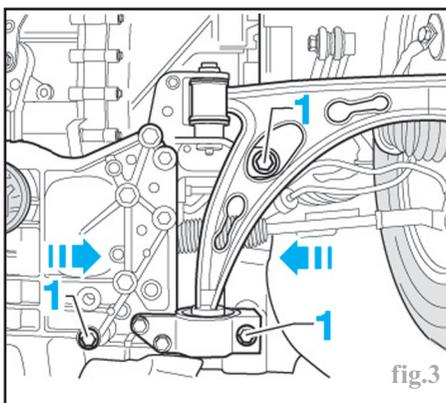

fig.3
Dévisser des deux côtés les vis (1) de fixation de la console/du berceau sur la carrosserie (Fig.3) puis déplacer le berceau à droite ou à gauche.